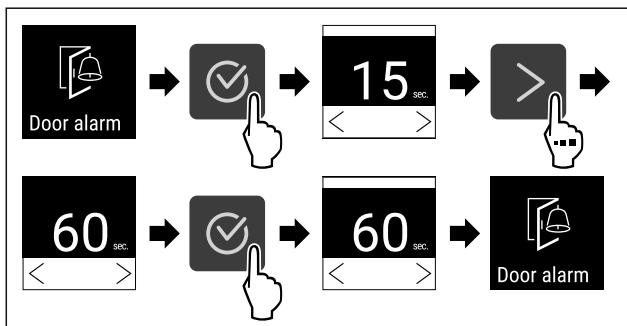

Fig. 120
- ▶ Провести етапи операцій (див. Fig. 120).